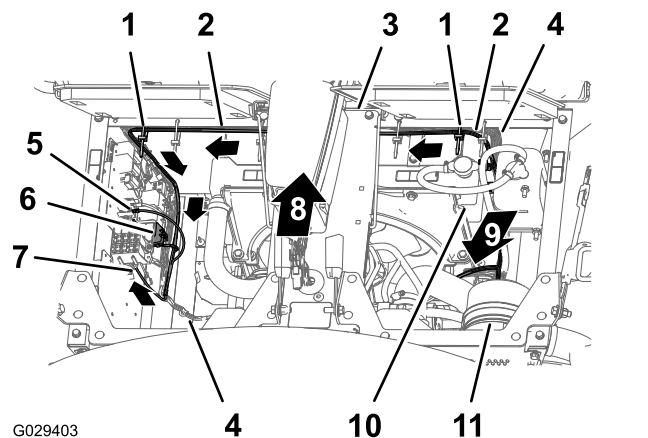

Figura 194
- Enrute la rama del compartimento del motor de 197 cm del arnés de cables hacia abajo por el lateral izquierdo del radiador y por la parte inferior del panel eléctrico (Figura 194).
- Sujete el arnés de cables del kit de acabado al arnés de cables de la máquina con 2 bridas, como se muestra en la Figura 194.